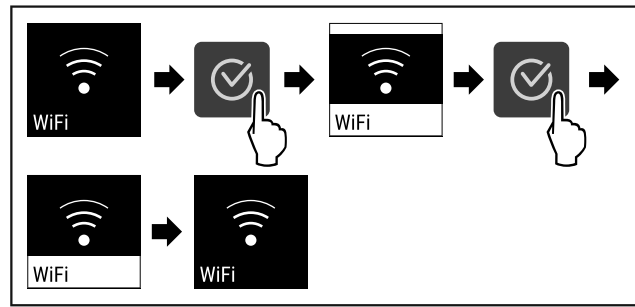

Fig. 87
- ▶ Изпълнете стъпките (виж Fig. 87).